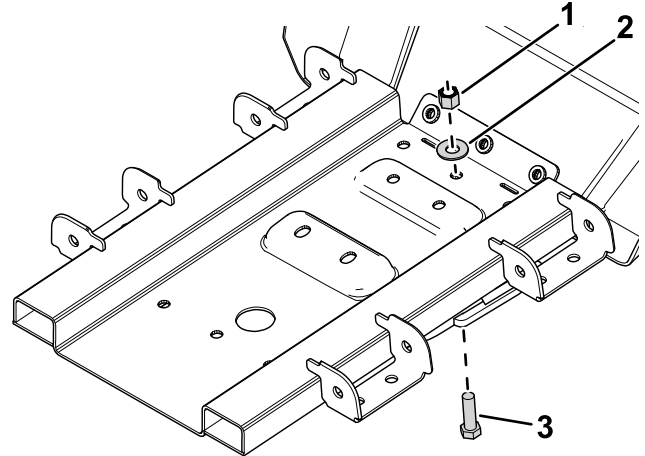

Bild 1
4. Verwenden Sie eine Schraube, eine Mutter und eine Flachscheibe, um das Unterfahrerschutzblech am Fahrzeugrahmen zu befestigen (**Bild 1**).